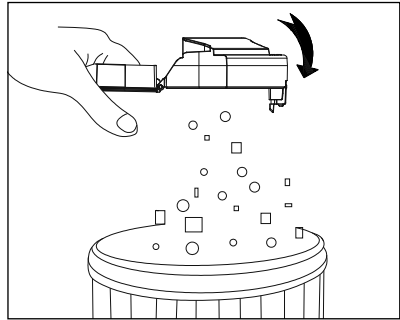

Fig. 9
- 3) Esvazie o reservatório de pó 14 para um caixote do lixo (ver fig. 9).